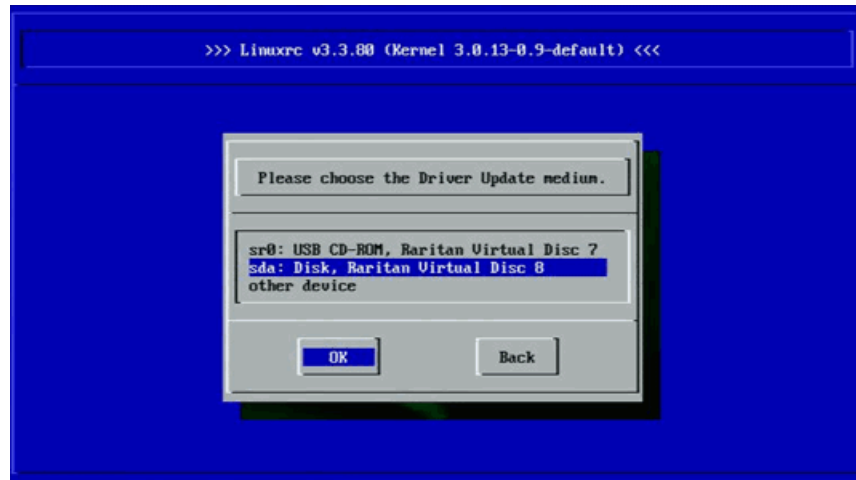
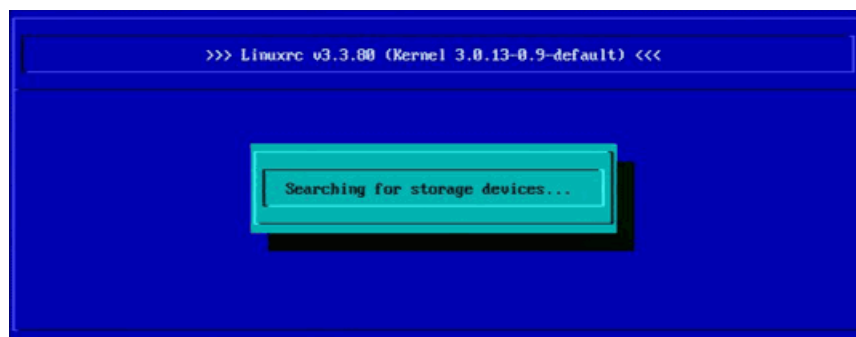

図 14-12. ドライバ更新メディアの選択
図 14-13. ドライバのロード
2. 指示メッセージに従って、ドライバ更新メディアを選択して (図 14-12)、ドライバをロードします (図 14-13)。